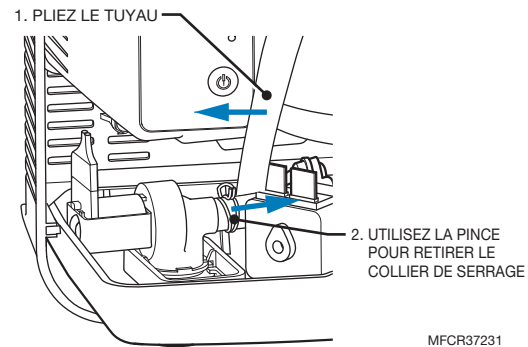

Fig. 33.
8. À l'intérieur de l'humidificateur, pliez le tuyau relié à la soupape d'entrée vers le haut comme représenté sur la Fig. 33.